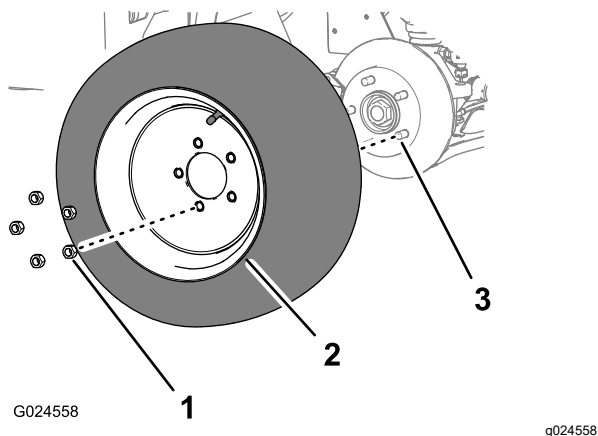

Figura 16
1. Retire las 5 tuercas que sujetan la rueda delantera al cubo de la rueda (**Figura 16**).
2. Retire la rueda del cubo de la rueda (**Figura 16**).